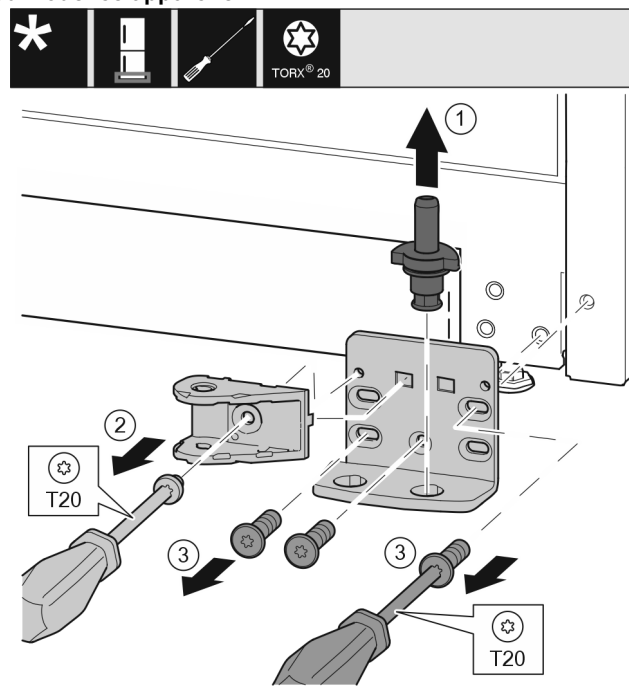

Fig. 34 \*
- ▶ Sortir complètement l'axe de palier par le haut. Fig. 34 (1)\*
- ▶ Desserrer la vis avec le tournevis T20 et enlever le joint amortisseur de fermeture. Fig. 34 (2)\*
- Desserrer les vis avec le tournevis T20 et enlever le support de palier. *Fig. 34 (3)\**